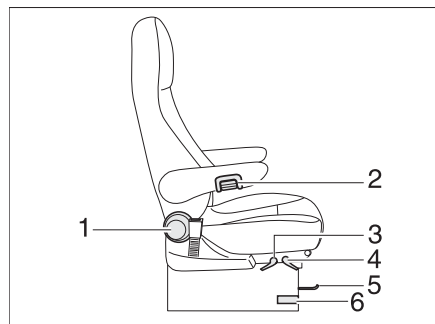

Fig. 88 Siège conducteur et siège passager
- Presser ou tirer sur le levier pour faire pivoter le siège (Fig. 88,6). Le siège est libéré du dispositif de blocage.